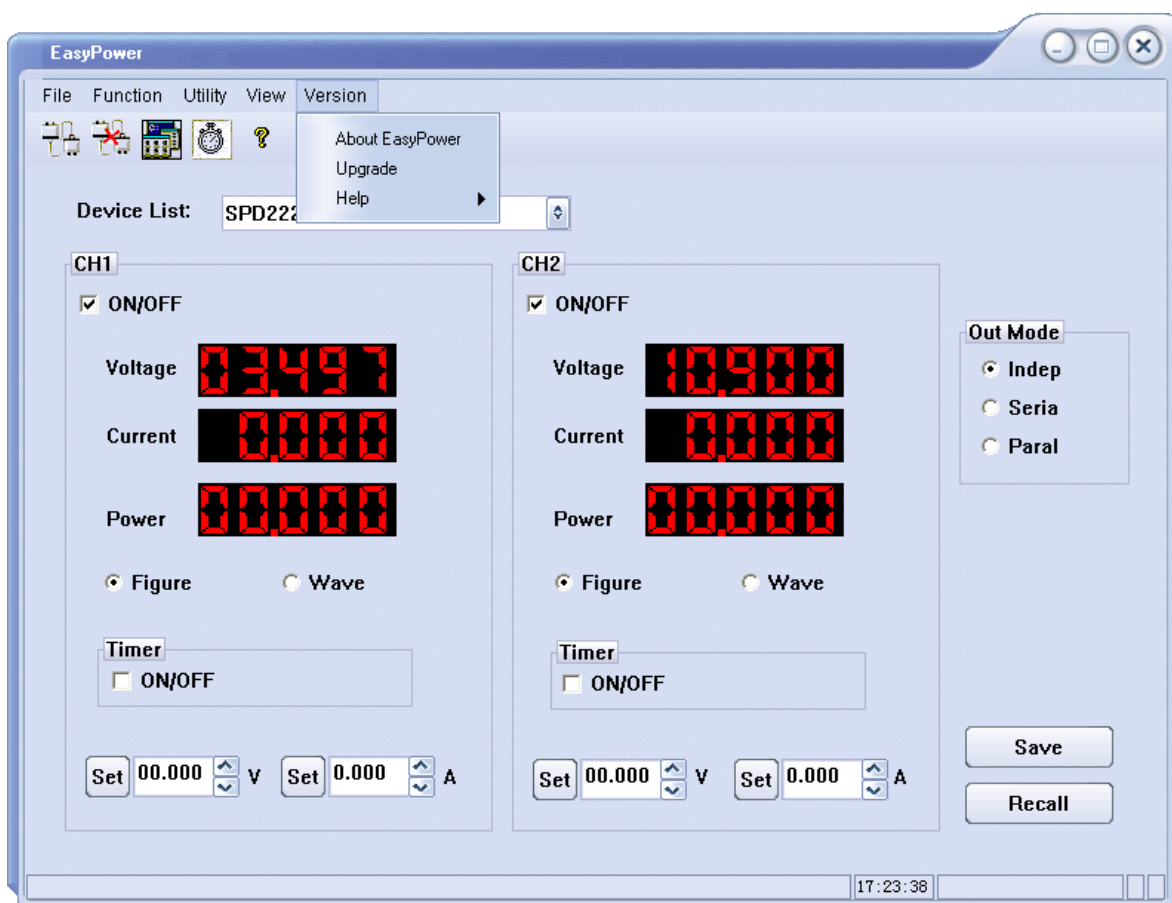

Figura 1
2. Cliccare su Versione e quindi scegliere Aggiorna nel menu a tendina per accedere alla finestra dell'aggiornamento firmware USB. Vedi figura 1: